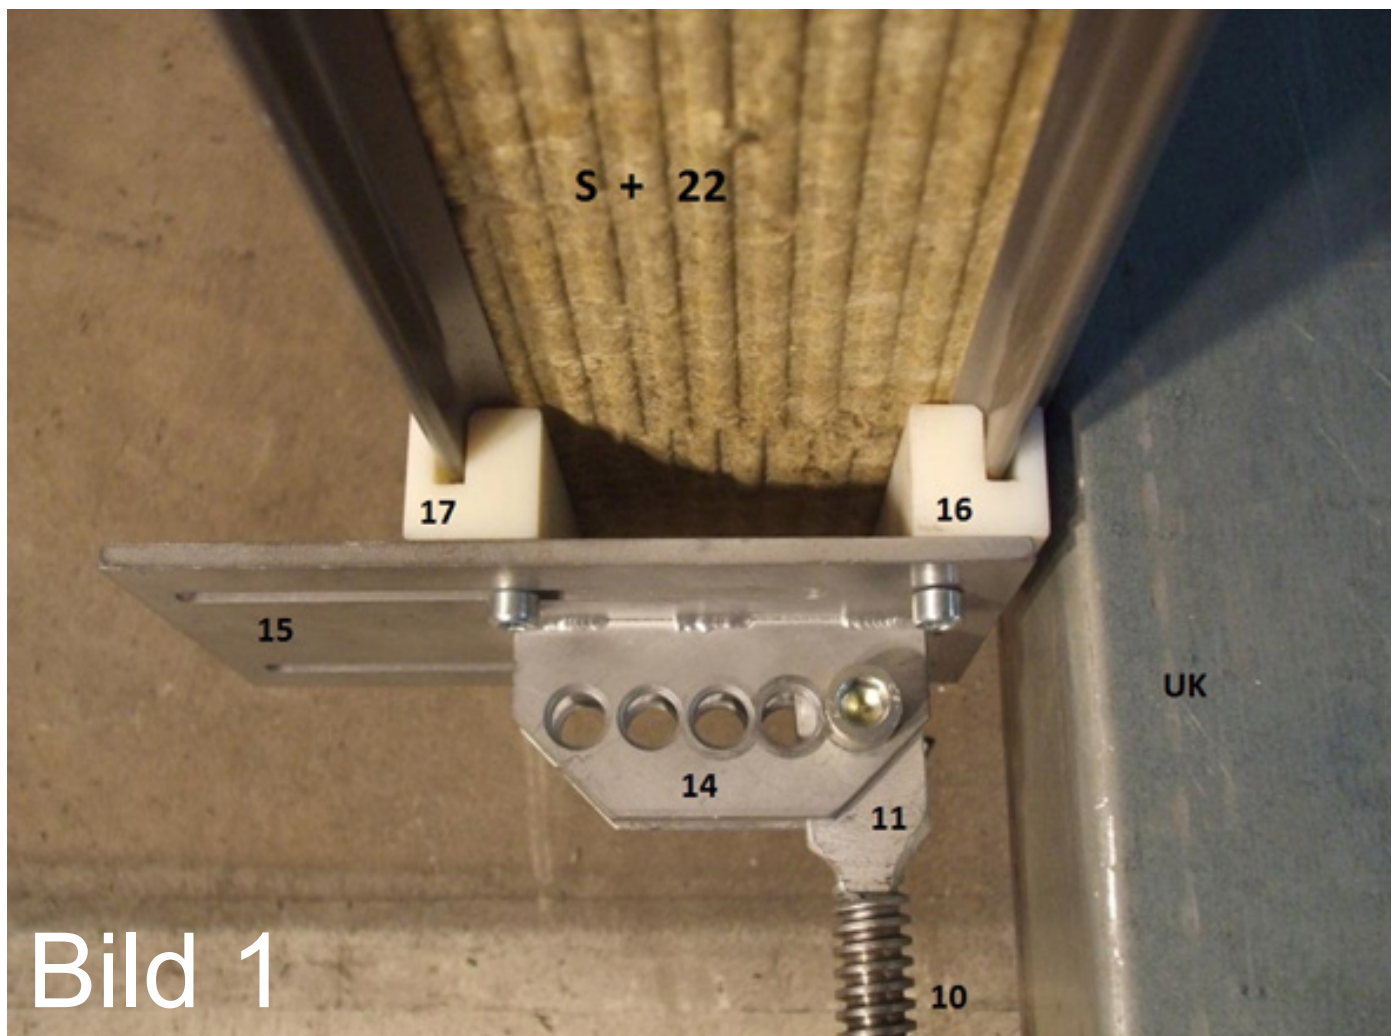

Bild 1
Druckplatte 15 mit fest montierter Druckbacke 16, (kurze Seite der Druckplatte) weist immer zur Innenschale des Bauteils und der Unterkonstruktion (UK), Fig.1 und Bild 1.